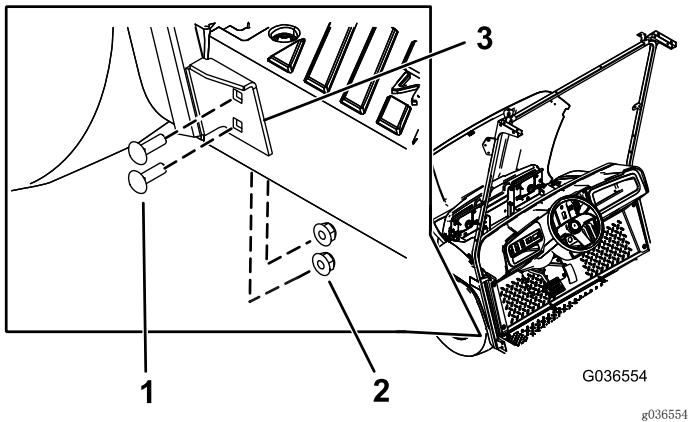

图6
5. 用 4 个托架螺栓 ($5/16 \times 1$ 英寸) 和 4 个凸缘螺母 (5/16 英寸) 将风挡支撑的下支架固定到机器左侧步骤 2 中钻出的孔内 (图6)。